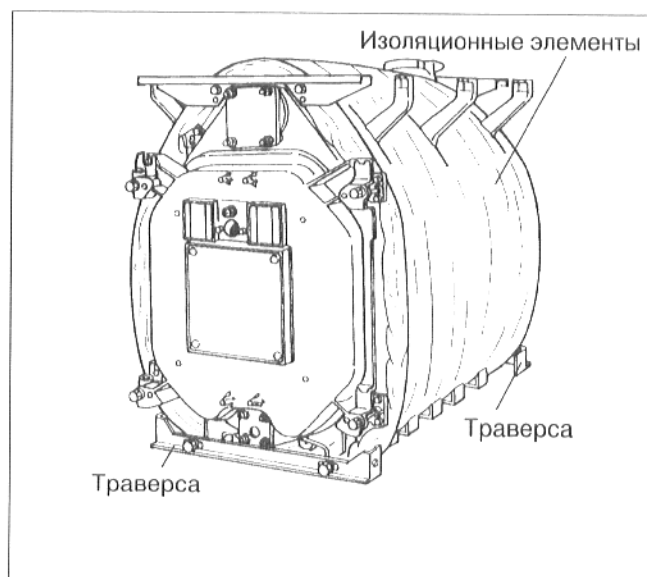

Рис. 31
- Выдавить консоли через надрезанные отверстия изоляционных элементов (рис. 31).
- В нижней части изоляционные элементы укладываются, соответственно изображению на рис. 31, под блок котла. Ножки элементов котла входят в вырезы изоляционных элементов.
- Слегка привинтить винтами М 8х16 траверсы снизу впереди и сзади к ножкам элементов. У передней траверсы окантовка должна показывать вперед. Окантовка задней траверсы должна показывать назад (рис. 31).